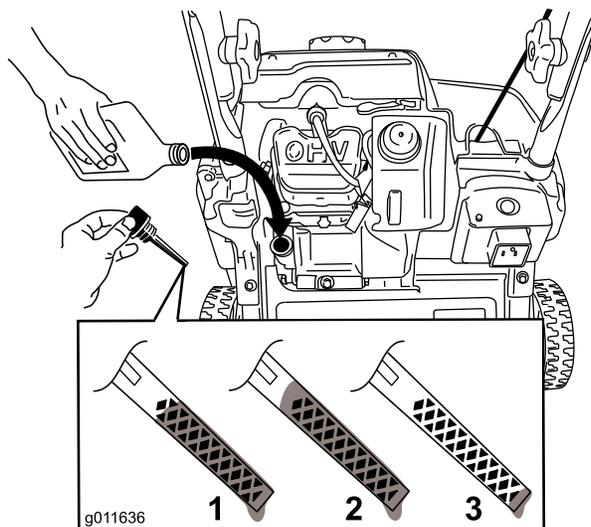

Рисунок 7
2. Очистите поверхность вокруг крышки маслозаливной горловины (Рисунок 7).
**Примечание:** Для того, чтобы правильно определить уровень масла на масломерном щупе, см. Рисунок 7.
**Примечание:** Заливайте масло в картер двигателя до тех пор, пока масломерный щуп не покажет, что достигнут нужный уровень масла в двигателе, как показано на Рисунок 7. В случае перелива слейте некоторое количество масла из двигателя, как описано в разделе «Замена моторного масла».